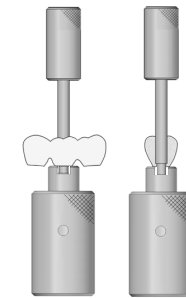

図 2
- 2) ラッピングドライバーB (Ti) の使用方法（図 2）
① ドライバーガイド (Ti) を铸造体咬合面側よりアクセスホールに挿入する。
② 铸造体より突出したドライバーガイド (Ti) のシャフト部とラッピングドライバーB (Ti) を組み合わせる。
③ 铸造体より突出したドライバーガイド (Ti) のシャフト部を軸にしてラッピングドライバーB (Ti) を手動的に右回転させ、チタンベース AB との接合面を研磨調整する。
- (3) ラッピングドライバーA (Ti)、B (Ti) は、微調整の範囲で使用すること。著しい鑄肌荒れ、気泡などの鑄造欠陥が生じた鑄造体は、使用を中止すること。
- (4) ラッピングドライバーB (Ti) を過度に使用すると適合不良を招く場合がある。調整面の状態を見ながら少しずつ作業を進めるようにすること。
- (5) ラッピングドライバーA (Ti)、B (Ti) の切れ味が低下してきた場合は、新しい製品と取り替えること。
- (6) インプレッションポスト及びポストスクリューの使用前・使用後には、適切なメンテナンスを行うこと。（【保守・点検に係る事項】の項参照）[メンテナンスが適切でないと、器具の性能が早期に低下したり、さびが発生したりすることがある。]